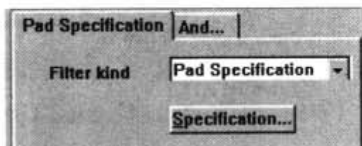
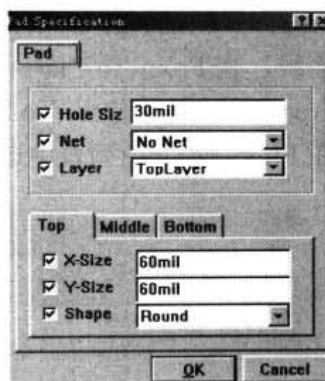

图 10-77 规则范围设置为指定规格的焊盘
图 10-78 焊盘规格设置对话框
- **Pad Specification:** 指定规格的焊盘。选择此项后, 规则适用范围为指定的某种规格的焊盘, 如图 10-77 所示。单击图 10-77 中的 Specification 按钮, 将弹出如图 10-78 所示的 Pad Specification (焊盘规格) 设置对话框, 在其中可以设置焊盘的规格, 包括 Hole Size (孔径)、Net (所属网络)、Layer (所属层面)、X-Size (X 方向尺寸)、Y-Size (Y 方向尺寸) 和 Shape (外形)。在 Shape 下拉列表中, 有 3 种可选的形状: Round (圆形)、Rectangle (矩形) 和 Octagonal (八角形)。